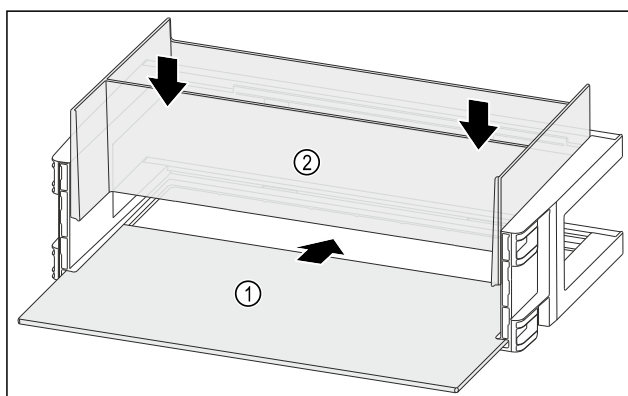

Fig. 135
- Abstellfläche Fig. 135 (1) in die seitlichen Aussparungen einschieben.
- Organizer Fig. 135 (2) einsetzen.